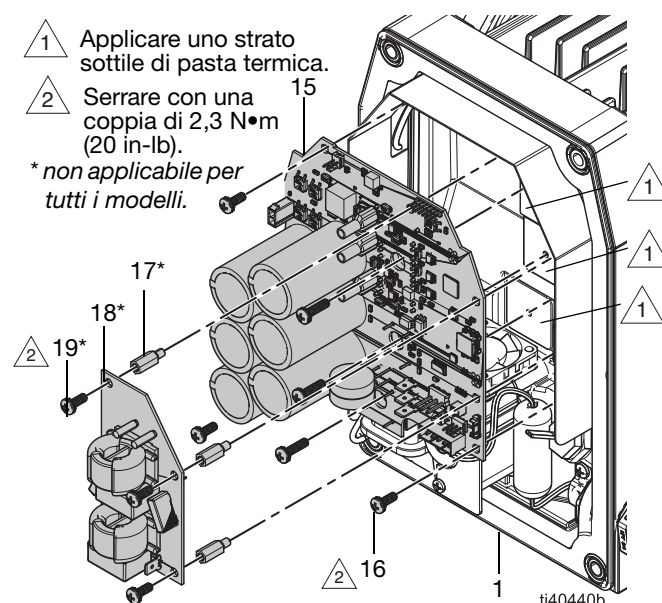

FIG. 16: Scheda di controllo e scheda filtro
2. Se necessario, applicare uno strato sottile di pasta termica dove indicato FIG. 16.
3. Tenere i cavi lontano dall'alloggiamento dello statore (1) e inserire la scheda di controllo (15) nell'alloggiamento dello statore.
4. Tenere in posizione la scheda di controllo (15). Allo stesso tempo, installare i dispositivi di fissaggio della scheda di controllo (16). Serrare a una coppia di 2,3 N•m (20 in-lb).
5. Se applicabile, installare i distanziatori (17), la scheda del filtro (18) e i dispositivi di fissaggio (19). Serrare saldamente i morsetti (19).
6. Se applicabile, collegare il cavo marrone di alimentazione della scheda filtro (18) a L1 e il cavo blu a L2 sulla scheda di controllo. Vedere gli **Schemi elettrici**, pagina 44.
7. Collegare tutti i cavi alla scheda di controllo (15) e alla scheda del filtro (18, se applicabile). Vedere gli **Schemi elettrici**, pagina 44.